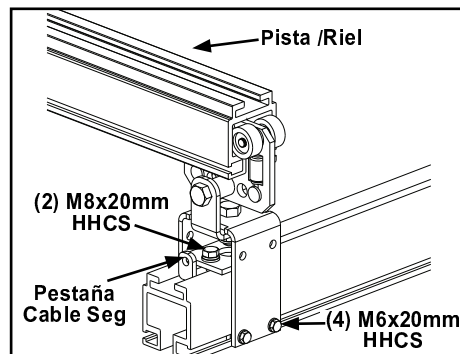

Figura 3-90
- Paso 4. Use grúa para levantar soportes y riel a posición. Vea Figura 3-90.
- Paso 5. Posicione Carro Final en Puente en base a plano y apriete dos (2) M8 x 20 mm HHCS para placa presión y los cuatro (4) M6 x 20 mm HHCS en las dos (2) barras montaje lateral para sujetar Carro Final en posición. **Apriete hasta asentar + ¼ vuelta.** No apriete de más. Puede doblar el soporte.